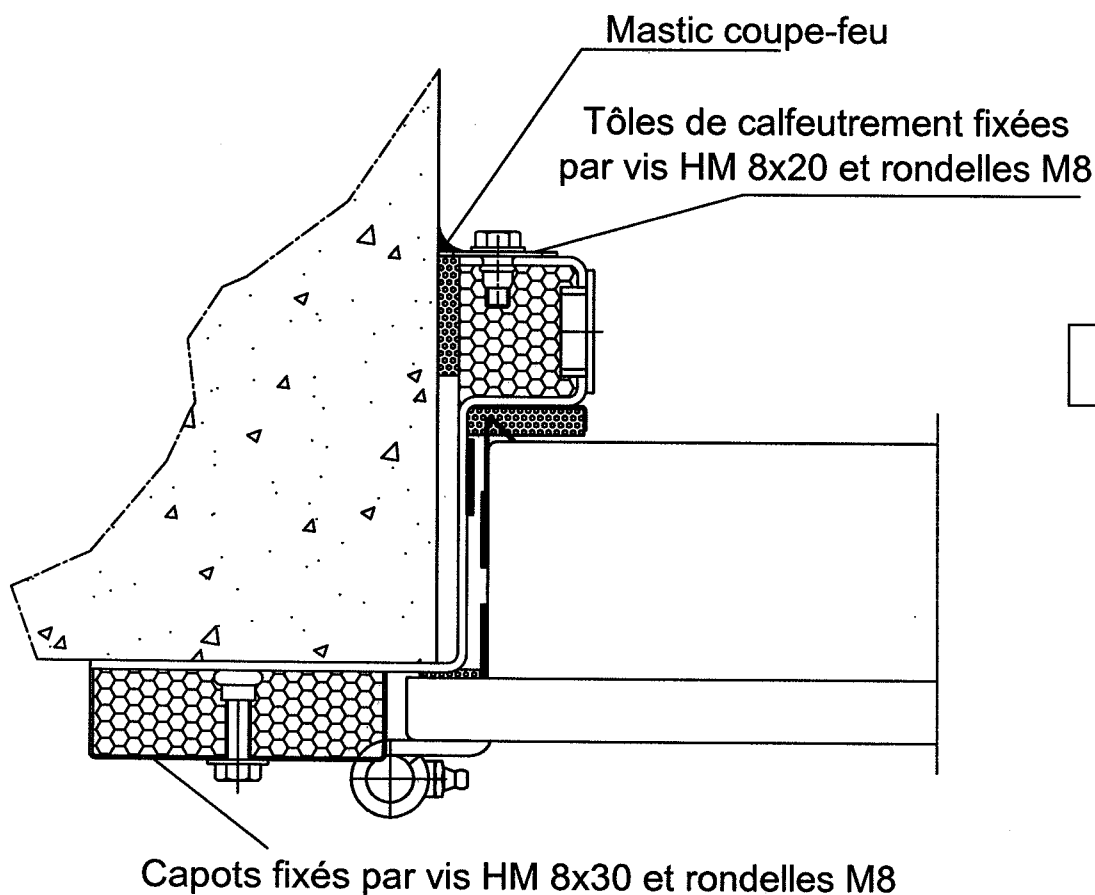

Fig.11
- a) Après avoir posé les capots et les calfeutrements sur les montants et la traverse suivant fig.11, déposer un cordon de mastic intumescent CF sur toute la périphérie du bâti.